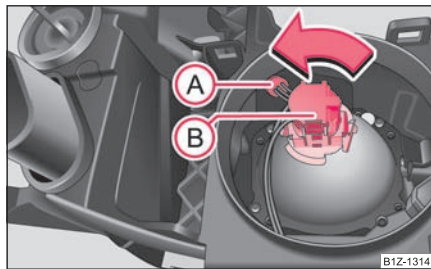

Fig. 244 Demontarea lămpii de poziție și de întâlnire
- Scoateți dulia (A) afară ⇒ pagina 260, fig. 244.
- Rotiți fișa cu becul (B) spre stânga până la limită și scoateți-o ⇒ pagina 260, fig. 244.